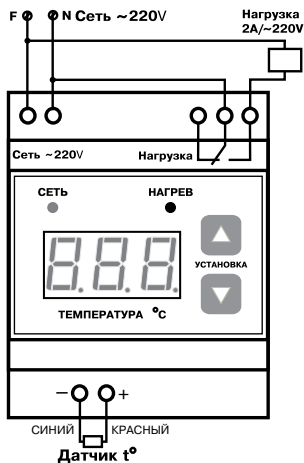

Рис.2 Схема подключения терморегулятора
6.2. Установить и закрепить датчик температуры на предназначенное для него место в системе. Нагрев корпуса датчика при монтаже не должен превышать его максимальную рабочую температуру. Подключить датчик к соответствующим клеммам на корпусе проводами сечением 0.5-0.75 мм² необходимой длины, обращая особое внимание на полярность подключения (см. Рис.2). При длине провода более 10 метров желательно использовать для подключения датчика провода свитые в пары (не более 50 метров).
6.3. Подключить элементы схемы коммутации и сигнализации в соответствии с Рис.2 к клеммам на корпусе терморегулятора, применяя провода и кабели с рабочим напряжением не ниже 380 В и рабочим током, обеспечивающим безопасную эксплуатацию системы.